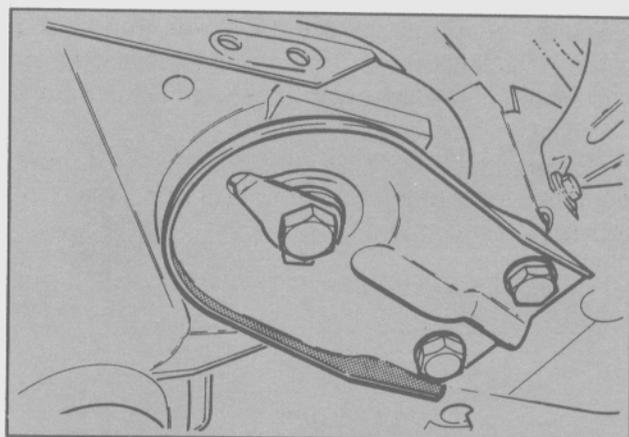

Fig. 8. Fijación del subchasis tubular (plato guía)
- Extraer el tornillo central del plato guía izquierdo y los dos tornillos de sujeción de la placa guía al piso (Fig. 8).